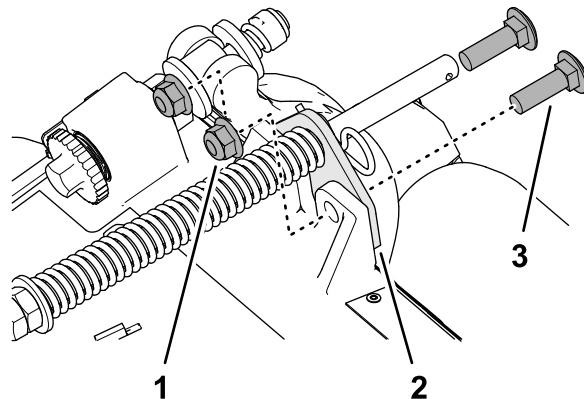

Bild 13
- Entfernen Sie die beiden Sicherungsbundmuttern (3/8") und die beiden Schlossschrauben (3/8" x 1 1/4"), mit denen die Halterung des Rasenkompensierung am Rahmen des Mähwerks befestigt ist (Bild 13).